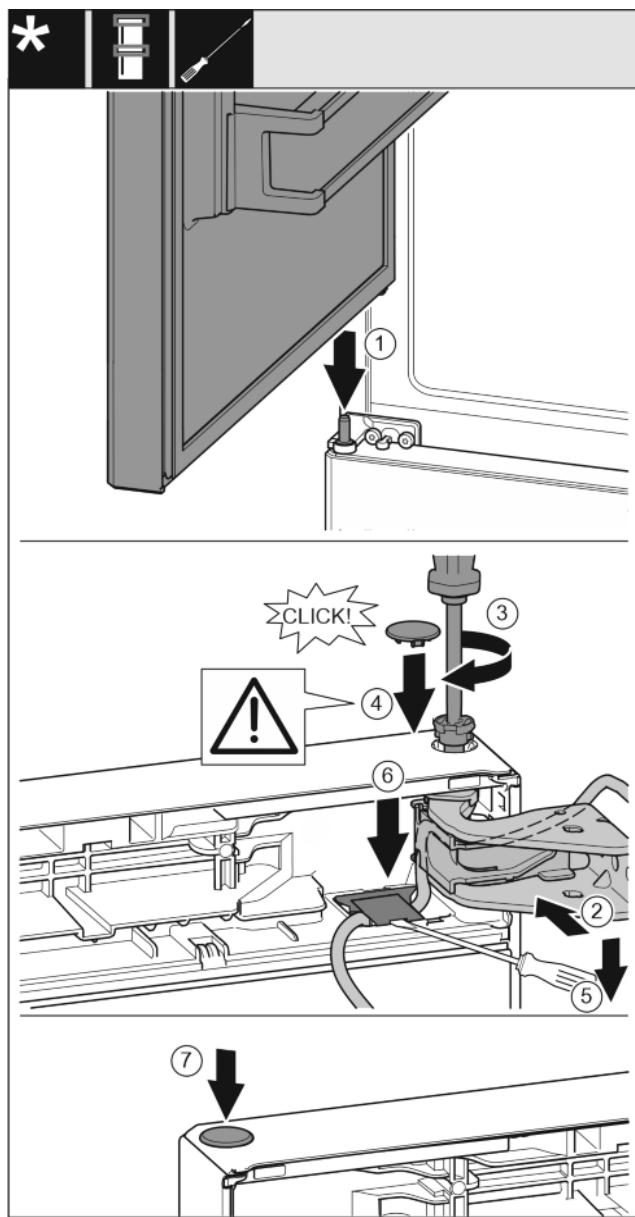

Fig. 33
- ▶ Stavite gornja vrata na srednji podložak ležaja Fig. 33 (1)
- ▶ Poravnajte gornja vrata prema otvoru u podlošku ležaja. Fig. 33 (2)
- ▶ Umetnute svornjak i zavijte odvijačem T15. Fig. 33 (3)
- ▶ Montirajte sigurnosni pokrov radi osiguranja vrata: Umetnute sigurnosni pokrov i provjerite naliježe li na vrata. U protivnom u potpunosti umetnите svornjake. Fig. 33 (4)
- ▶ Ravnim odvijačem podignite pokrov i potom ga izvucite. Nakon toga umetnute kabel ispod. Fig. 33 (5)
- ▶ Ponovo umetnute pokrov i pritišćite ga prema dolje dok se ne uglavi. Fig. 33 (6)
- ▶ Umetnute čep. Fig. 33 (7)